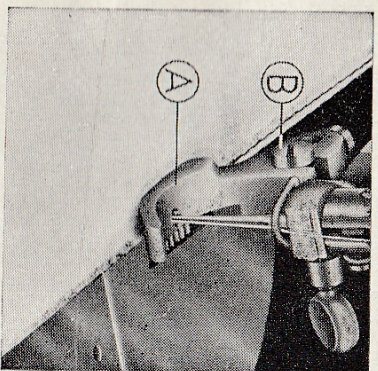
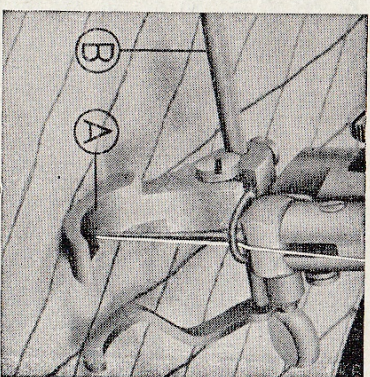

Fig. 16
Fig. 17
- Voor naden zeer dicht aan de boord van het werk, gebruikt men het wattervoetje na de geleider (B, fig. 17) verwijderd te hebben. In dit geval wordt hij gebruikt als kantvoetje (A, fig. 16). De aanduidingen betreffende de rechte steek blijven geldig.
- Om een naad evenwijdig met de boord van het werk te naaien, alsook voor het stikken van ruilen bij watterwerk, gebruikt men de wattervoet met geleider (fig. 17).